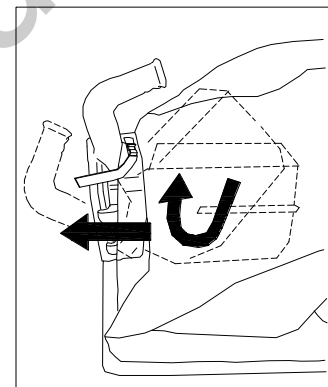

Fig. 2
3. **APRIRE** il sacco di raccolta (elemento 21) e fissarne il lato stretto al sistema di sgancio rapido (elemento 12). Fissare saldamente allo scarico sull'alloggiamento (elemento 1). (v. Fig. 2 e 3).